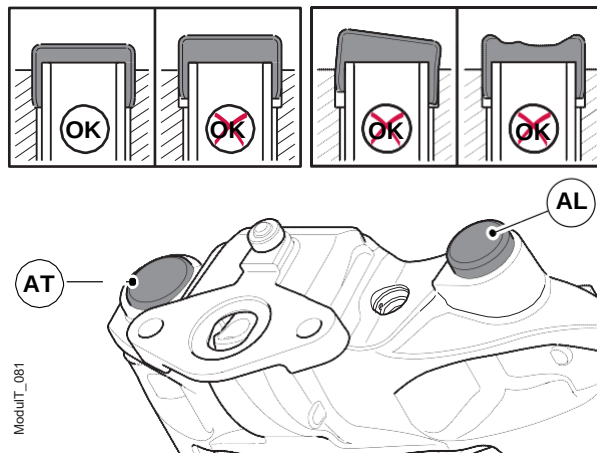

Figura 65. Colocar corretamente os copos de proteção
14. Certifique-se de que os copos de proteção estejam corretamente assentados e com o fundo para fora, consulte a figura 65.